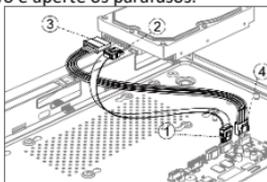

Figure 2-2 Conectar o Cabo
Step 2 Ligue o cabo de dados e o cabo de alimentação. Consulte Figure 2-2.